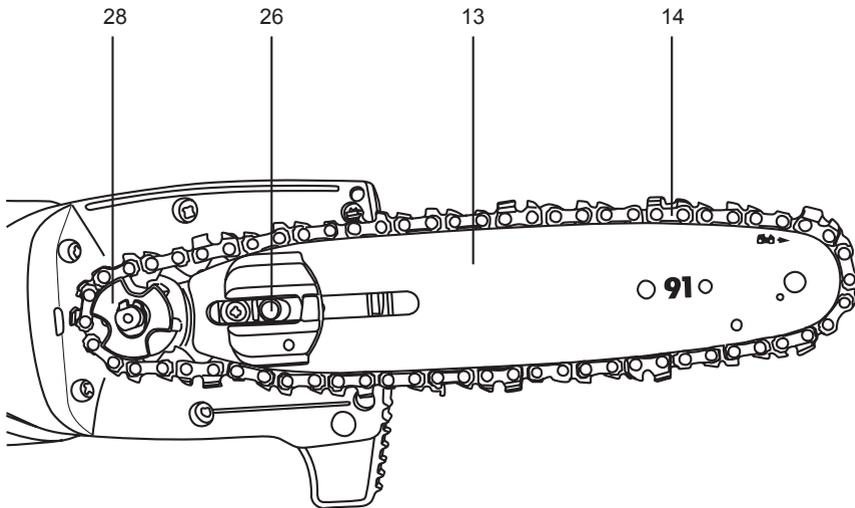

Fig. 7
5. Alinhe o conjunto da corrente de serra (14) e da guia (13) com a roda dentada de acionamento (28) e o parafuso de fixação (26). Coloque a corrente de serra (14) em torno da roda dentada de acionamento (28) e, em seguida, baixe a guia (13) para instalar no parafuso de fixação (26). (Fig. 7)